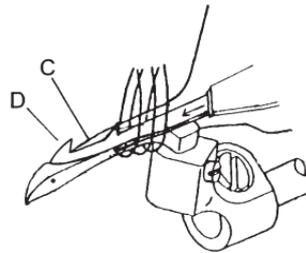

Fig.33-2
2. 当活动刀片往左移至左定点时, 下勾针线(C)须滑入活动刀片(A)之左边刀口(D)内。(图 33-2)